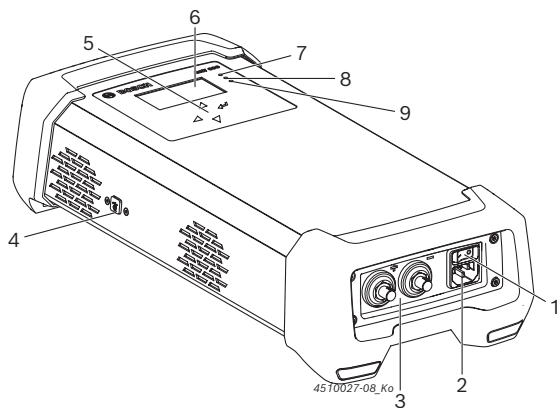

Fig. 1: Vista de frente do BAT 690
2. BAT 690 deve ser ligado através do interruptor para ligar/desligar (fig. 1, pos. 1).
- ⇒ O LED vermelho (fig. 1, pos. 7) acende quando a bateria está conectada ou pisca quando ela não está conectada.